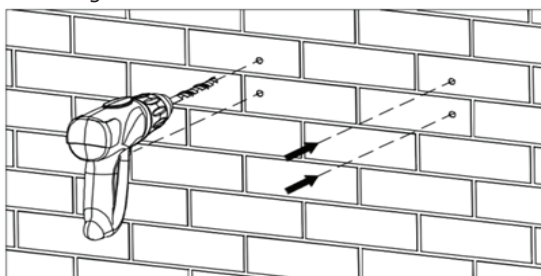

Figura 11 Foratura
(2) Eseguire 4 fori nella parete utilizzando un trapano elettrico, come illustrato nella Figura 11.